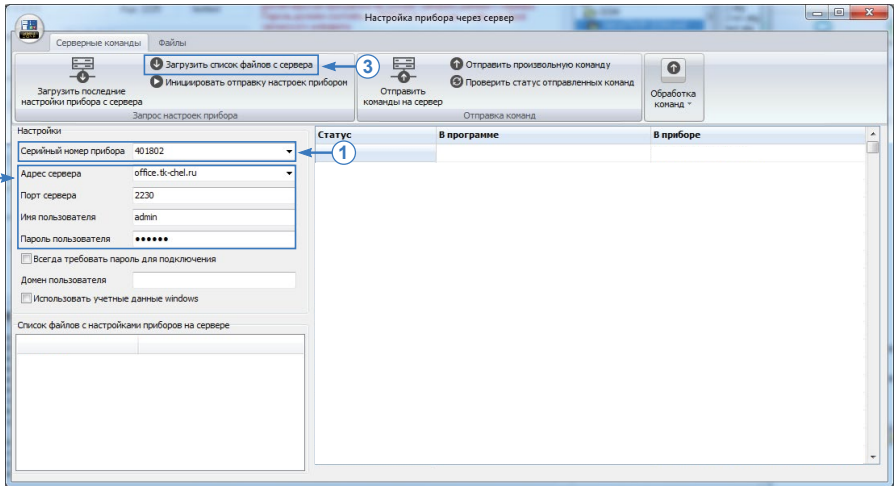

Рис.3. Подключение к серверу для отправки команды прибору.
- в открывшемся меню «Настройка прибора через сервер» введите серийный номер контроллера, которому будет отправлена команда (**Рис.3, п.1**);
- далее введите параметры подключения к серверу, на который контроллер настроен передавать данные (Рис.3, п.2). Именно с этого сервера будет отправлена команда удаленной настройки. Используйте диспетчерский порт сервера, IP адрес или доменное имя;
- введите логин и пароль для доступа на сервер (Рис.3, п.2). Если у вас нет логина и пароля, обратитесь к администратору сервера;
- нажмите кнопку «Загрузить список файлов с сервера» (Рис.3, п.3). Если настраиваемый прибор доступен пользователю, от имени которого выполняется подключение, и введены корректные параметры подключения, то в окне «Список файлов с настройками приборов на сервере» появятся файлы с конфигурацией прибора, доступные на сервере. После этого можно перейти к отправке команды;